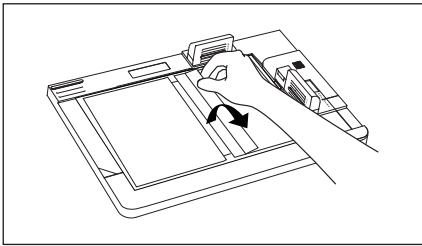

ABBILDUNG 31
2. Legen Sie einen Hardcover™ Umschlag mit der Klebeseite nach oben in den Hardcover Guide ein und fixieren Sie ihn mit der violetten Klemmvorrichtung. Die Oberkante und rechte Seite sollten sich unter der durchsichtigen grünen Abdeckung befinden. Lösen Sie das Trägerpapier auf der rechten Seite des Hardcover™ Umschlags von links und knicken es ca. 12 cm parallel nach rechts, um das Dokument zu fixieren (siehe Abbildung 31).